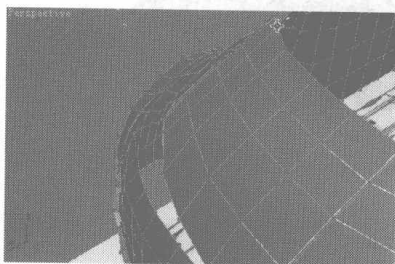
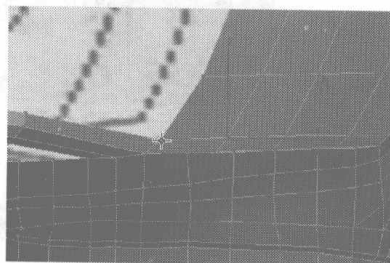

图 7.109
图 7.110
- 09 单击右键，在弹出的快捷菜单中选择 Cut 命令，在前车盖的侧面切出细分曲线，如图 7.109 所示。单击 Target Weld 按钮，焊接节点，如图 7.110 所示。